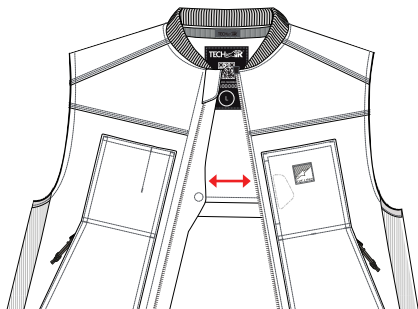

Figure 10
Pour maintenir le système hors tension, laissez le zip d'activation (1) ouvert, comme illustré à la figure 10. Maintenez toujours le système dans cet état lorsqu'il est stocké, transporté ou expédié (voir la section 14 "Nettoyage, stockage et transport").
**AVERTISSEMENT !** Mettez **TOUJOURS** le système hors tension en ouvrant le Zip d'activation (1) lorsque vous ne conduisez pas une moto, même si vous continuez à porter le système. Bien que le système ait été évalué pour un certain nombre d'activités autres que la conduite, le fait de garder le système allumé et/ou actif augmente la possibilité d'un déploiement non désiré et épuise la batterie. En règle générale, lorsque vous ne roulez pas, ouvrez toujours le Zip d'activation (1).